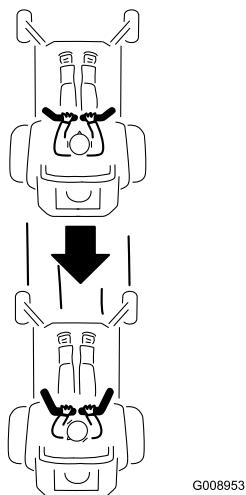

Figura 18
2. Para ir hacia atrás, mire hacia atrás y hacia abajo, y tire hacia atrás lentamente de las palancas de control de movimiento (Figura 18).
Para ir en línea recta, aplique la misma presión a ambas palancas de control de movimiento (Figura 18).